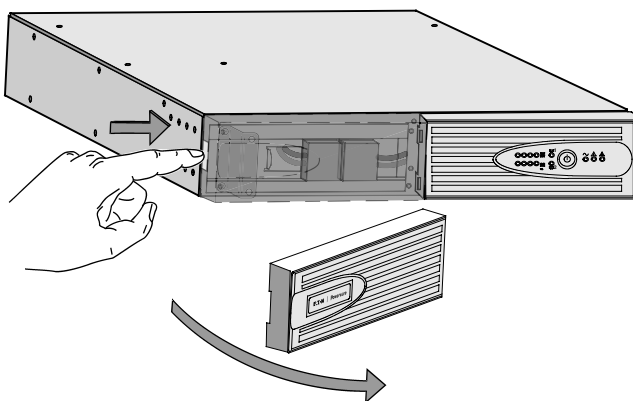

Рисунок 25. Снятие передней крышки ИБП
1. Снимите переднюю крышку ИБП. Нажмите кнопку с левой стороны крышки и потяните за ее левую сторону (см. Рисунок 25).